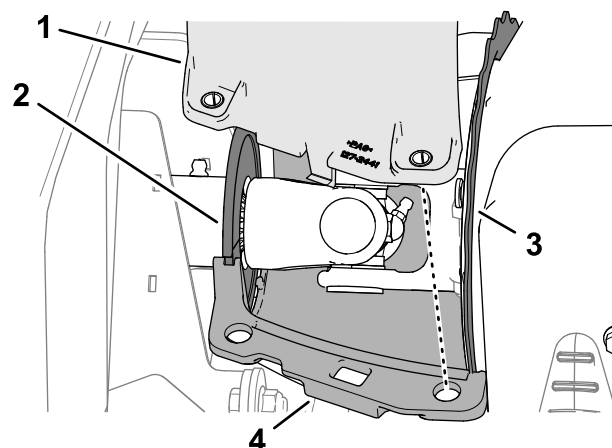

Bild 67
1. Richten Sie die Nuten in den oberen und unteren Kühlluftabdeckungen des Generators mit der Bürstendichtung der Antriebswelle und dem Flansch des Generatordeckels aus (Bild 67).